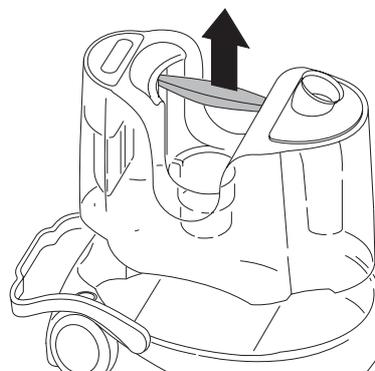

fig. 3
- Extrair o reservatório de recolha dos sólidos e líquidos **E** utilizando a respectiva asa fixada ao reservatório (fig. 3).